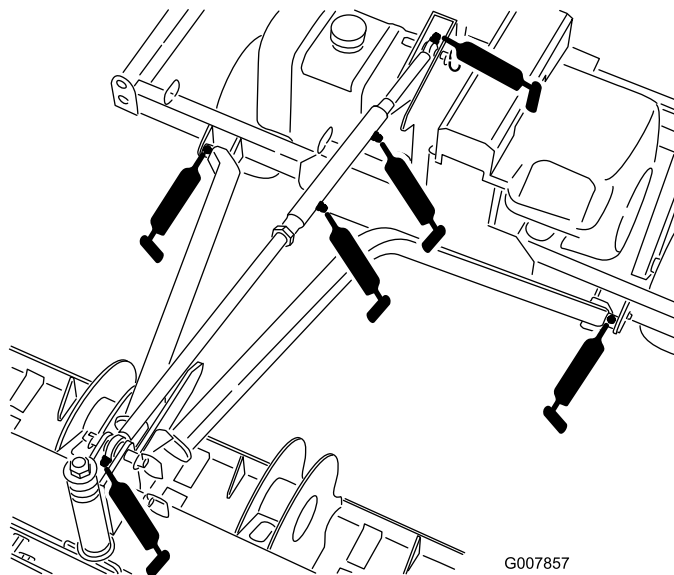

Figura 39
- Estrutura do reboque (2); consulte Figura 39.